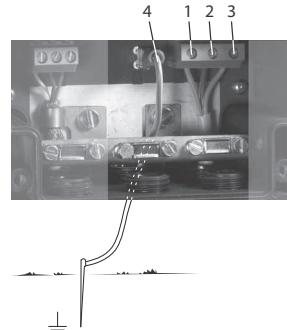

Fig. 4 El-tilslutning og jording
Hvis CIU-enheten er monteret på DIN-skinne UDEN jordforbindelse eller på en væg, skal den tilsluttes til jord via jordklemmen. Se fig. 4, pos. 4.
2. Tilslut forsyningskablet til CIU-enheten (fig. 4, pos. 1, 2 og 3).